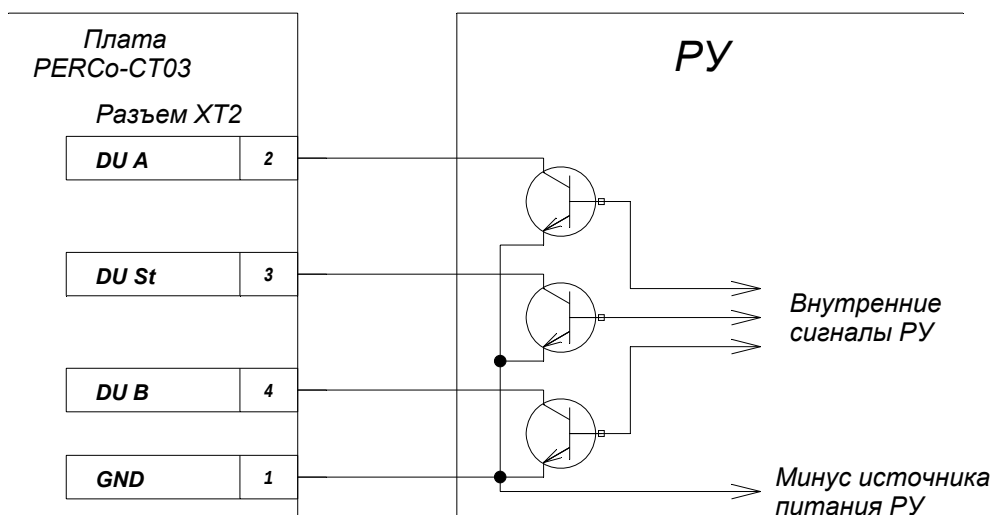

Рисунок 4 – Управляющие элементы устройства радиуправления (РУ):
5.4.2 Управление KTC01.3 осуществляется подачей на контакты клеммной колодки “XT2” DUA, DUS_t и DUB сигнала низкого уровня относительно контакта GND, при этом управляющим элементом могут быть нормально разомкнутый контакт реле или схема с открытым коллекторным выходом (см. рисунок 4).